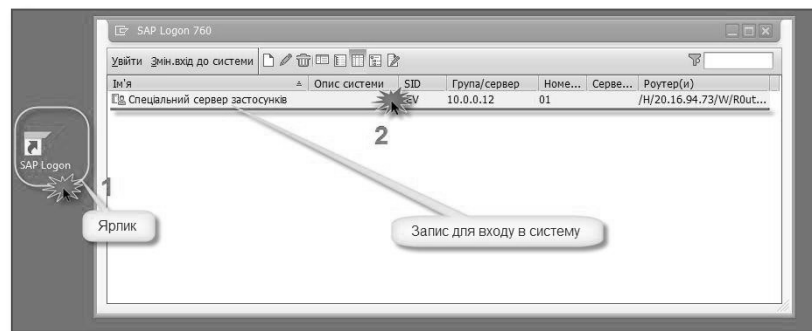

Рис. 1.1
1. Запустити програму, натиснувши на ярлик (1)
2. У відкритому вікні обрати систему та відкрити вікно входу (2) (Рис. 1.1).